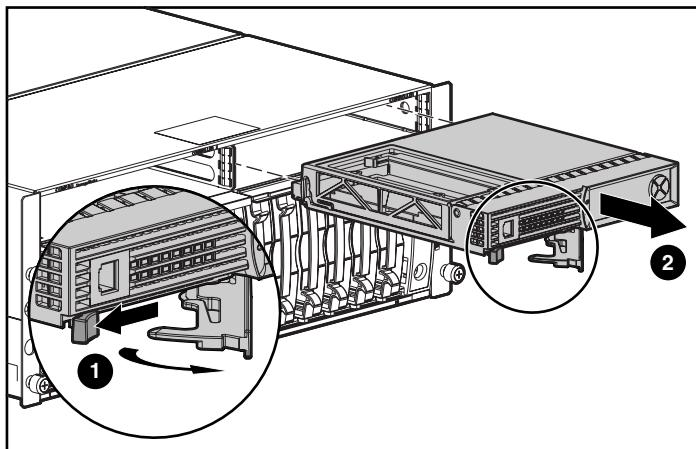

Figura 3: Rimozione del controller MSA1000 dal sistema MSA1000
1. Premere la levetta del controller e tirare la maniglia verso di sé ①.
2. Rimuovere il controller MSA1000 estraendolo dal telaio ②, come mostrato nella Figura 3.